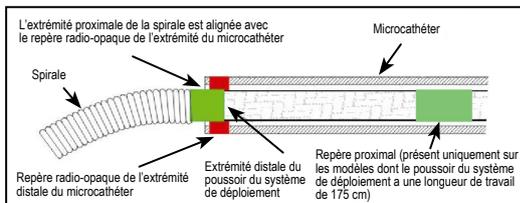

Figure 4 – Position des bandes du repère pour la séparation
29. Faire progresser la spirale vers le site désiré jusqu'à ce que le repère radio-opaque situé sur le poussoir du système de déploiement soit aligné ou situé légèrement vers l'extrémité distale par rapport au repère radio-opaque de l'extrémité distale du microcathéter. Il faut positionner la zone de séparation juste à l'extérieur de l'extrémité du microcathéter. Voir Figure 4.